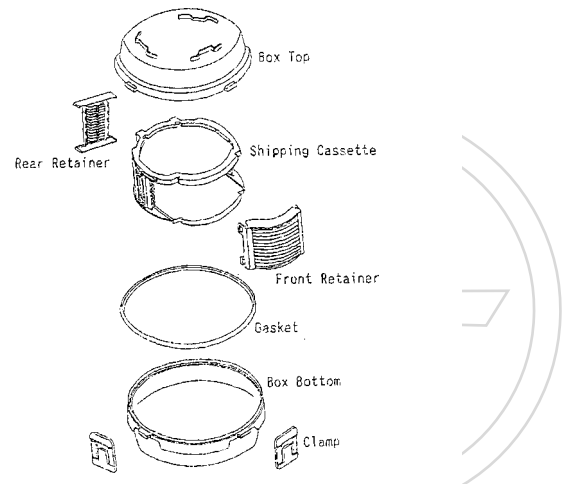

図 1
5.1 部品構成(*Part Construction*) – ここで定義された SHIPPING ボックスは、図 1 に示された部品で構成されている。